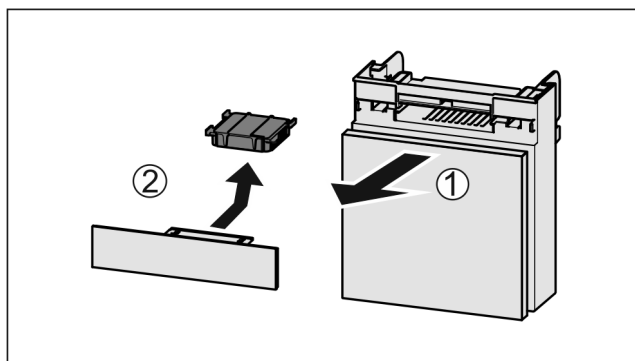

Fig. 65
- ▶ Вытянуть Fig. 65 (1) отделение движением вперед.
- ▶ Извлечение Fig. 65 (2) фильтра с активированным углем.